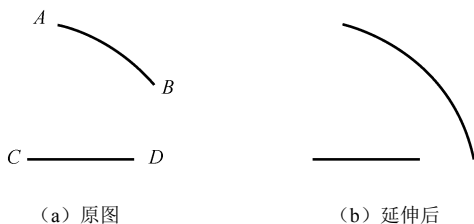

图 3-78 “延伸模式”延伸对象
(2) “延伸模式”延伸对象。如果边界与被延伸对象不相交,则可以采用“延伸模式”延伸对象。如图3-78所示,即以直线为边界,延伸圆弧。
**例 3-9** 如图3-78(a)所示,要求以“延伸模式”延伸圆弧,使其如图3-78(b)所示。